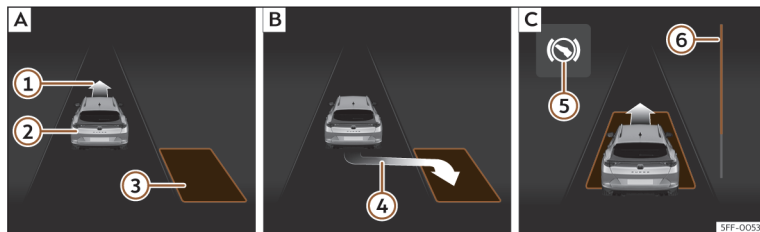
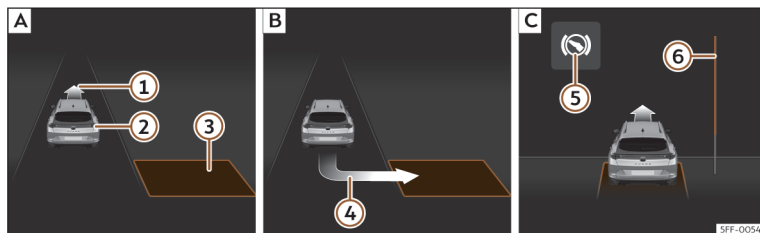

Fig. 180 No ecrã do painel de instrumentos: estacionar em linha. [A] Procurar um lugar de estacionamento. [B] Posição para estacionar. [C] Manobrar.
Fig. 181 No ecrã do painel de instrumentos: estacionar em espinha. [A] Procurar um lugar de estacionamento. [B] Posição para estacionar. [C] Manobrar.
para estacionar» **Fig. 180 [B]** ou» **Fig. 181 [B]**. O lugar foi considerado «apropriado» se no ecrã do painel de instrumentos aparecer a indicação de estacionar ④.
• Retroceda até o sinal contínuo do ParkPilot soar; **OU:** retroceda até aparecer a indicação de marcha à frente no ecrã do painel de instrumentos >>> **Fig. 180 [C]** ou >>> **Fig. 181 [C]**; **OU:** retroceda até aparecer a mensagem **Park Assist finalizado** no ecrã do painel de instrumentos. A barra de progresso **⑥** indica a distância a percorrer >>> **Página 298**.
até centrá-lo no lugar >>> **Fig. 180 [C]** ou >>> **Fig. 181 [C]**.
A barra de progresso >>> **Fig. 180 ⑥** e >>> **Fig. 181 ⑥** mostra simbolicamente no ecrã do painel de instrumentos a distância relativa que ainda falta percorrer. Quanto maior for a distância, mais cheia está a barra de progresso. Ao circular em marcha à frente, o conteúdo da barra de progresso diminui para cima, e ao circular em marcha-atrás, diminui para baixo.